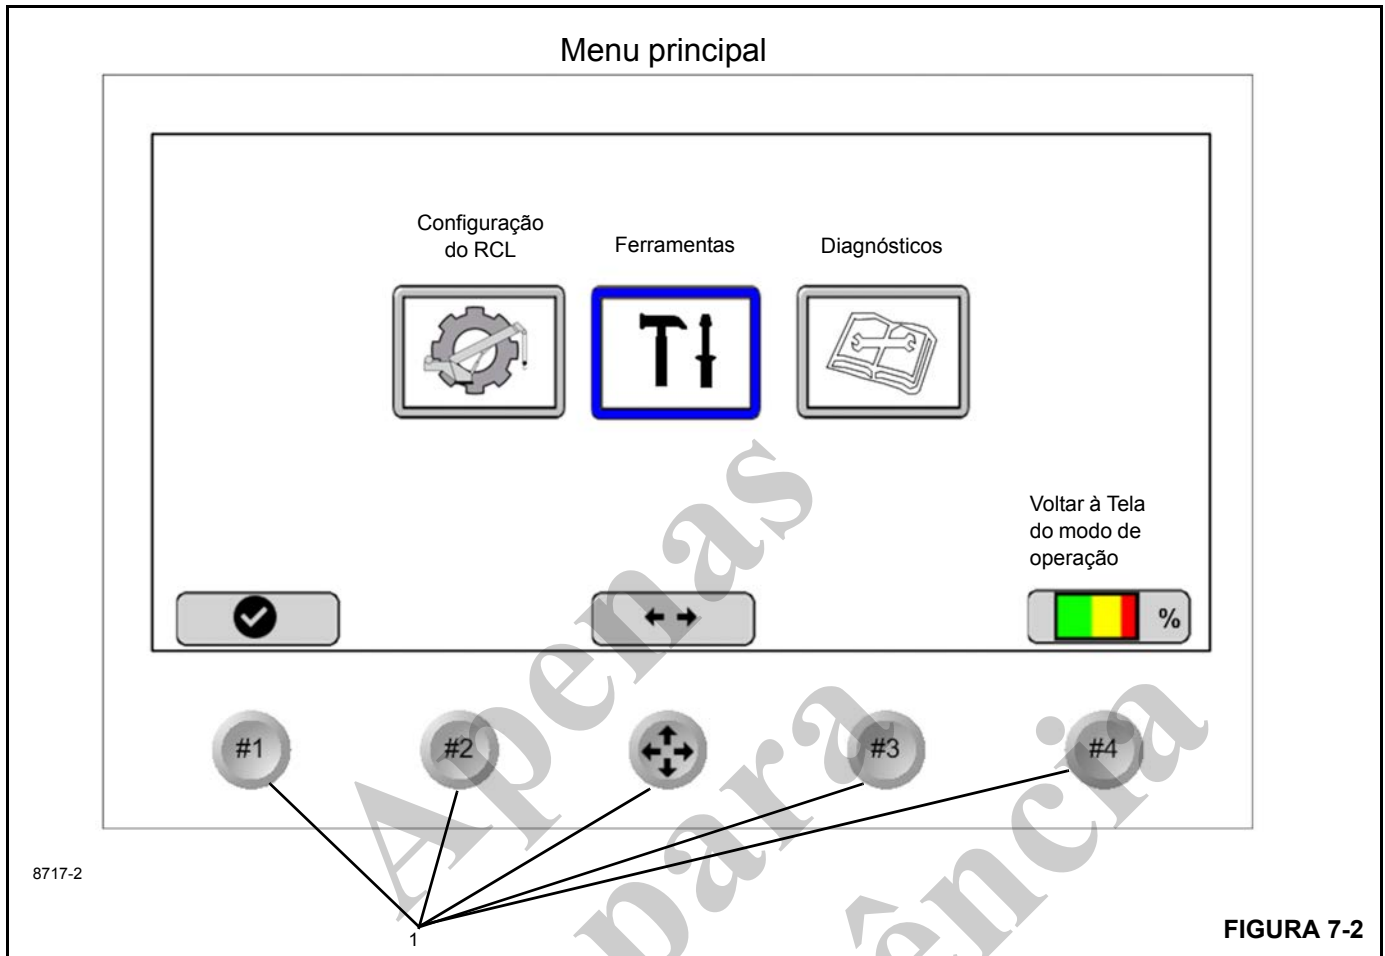

FIGURA 7-2
A tela do **Menu principal** (Figura 7-2) está dividida em três seções importantes usadas para configurar, operar, calibrar e detectar e solucionar problemas do sistema do RCL (Limitador de capacidade nominal).
- **RCL Set-Up** (Configuração do RCL) — destaque e pressione a tecla de função Selecionar (Figura 7-2) para configurar o sistema RCL. Essa tela inclui a configuração e a determinação dos limites operacionais da lança, dos estabilizadores, do guincho e da passagem de cabos pelo moitão. A tela de configuração do RCL inclui também a tela de modo operacional do RCL. Consulte a página 7-4.
- **Tools** (Ferramentas) — destaque e selecione a tecla de função (Figura 7-2) para acessar a tela de ferramentas; consulte a página 7-14. Esta tela inclui telas de configuração do RCL e de calibragem de sensores e informações de exibição de medições.
- **Diagnostic** (Diagnóstico) — destaque e pressione a tecla de função Seleccionar Nº 3 (Figura 7-2) para acessar o menu de diagnóstico do RCL; consulte a página 7-19. Este menu inclui: telas de Informações e atenções da máquina, Monitoramento de falhas elétricas do guindaste, Horímetro, Número de peça da tabela de carga, Número de peça da tabela de calibragem e Entrada/Saída de módulo com informações a respeito de versões do software e sensor em tempo real.
A tela do **Menu principal** possui *teclas de função* (Figura 7-2) que são usadas para destacar e selecionar as funções indicadas na tela do mostrador.
**NOTA:** Na inicialização do RCL, a tela inicial da Manitowoc e a tela do logotipo da National Crane aparecem cada uma durante alguns segundos, antes de a tela Menu principal ser exibida (Figura 7-2).
Selecione o ícone de configuração de RCL no menu principal para iniciar a configuração de RCL (Figura 7-2).